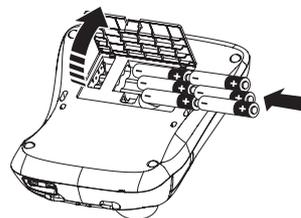

Figura 2
1. Remova a tampa do compartimento das pilhas. Veja a figura 2.